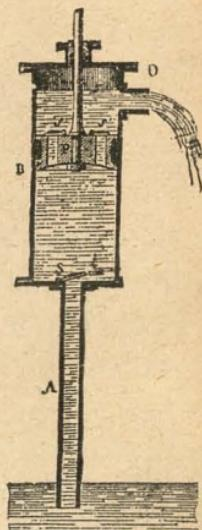

Fig. 62.—Bomba aspirante.
2. **Bomba aspirante.**—*Descripción.*—La *bomba aspirante* (fig. 62) que es la más usada, se compone: 1.o de un tubo de aspiración *A* que va del depósito de agua hasta el cuerpo de bomba; 2.o de un cuerpo de bomba *B* situado á continuación del primero y en cuya extremidad se encuentra un cañón *D* para la salida del líquido al exterior; 3.o de un émbolo *P* sostenido por un sistema de palancas articuladas, gracias á las cuales se le pone en movimiento; 4.o de las válvulas que son dos, una *S* situada en el punto de unión del tubo de aspiración con el cuerpo de bomba, y otra *S'* que tapa un agujero existente en el émbolo; ámbas se abren de abajo arriba.